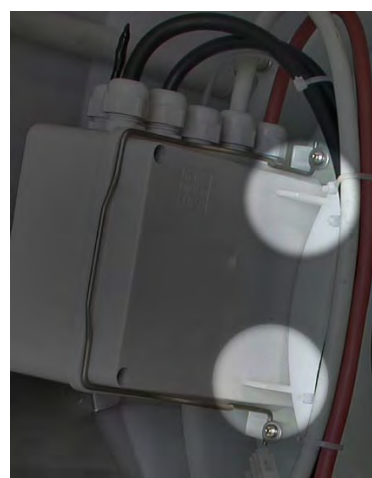

Fig. 17
- Verificare che la scatola elettrica sia ben chiusa e correttamente posizionata nella sua sede, la molla serrata. La scatola deve avere la superficie del coperchio che appoggia sui due riscontri evidenziati in Fig. 17